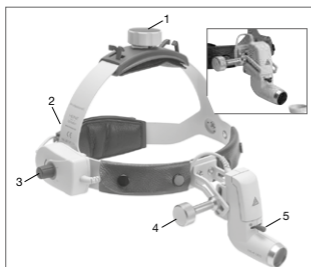

Fig. 4 Hodebånd Professional L (se høy fig.), beskyttelsesdeksel (se liten fig.)
Justering av **hodebåndet Professional L** (se fig. 4): For å justere for hodestørrelse kan hodebåndet utvides eller strammes ved å vri strekkfiskene øverst (1) og bak (2).
Velge synsvinkel og synsfelt (fig. 4)